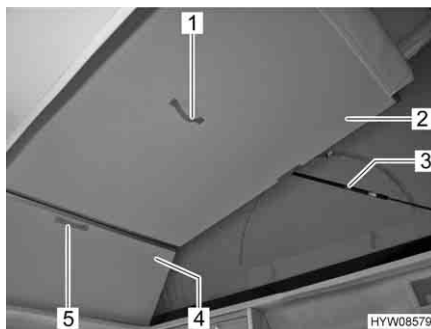

Fig. 24 Superficie utile ribaltabile
- Spingere verso l'alto la parte anteriore della superficie utile (Fig. 24,2) dalla maniglia (Fig. 24,1).
- Spingere verso l'alto la parte posteriore della superficie utile (Fig. 24,4) dalla maniglia (Fig. 24,5). La superficie utile viene mantenuta nella posizione superiore da molle a gas (Fig. 24,3).
- Se la superficie utile ribaltabile è ribaltata verso l'alto: Tirare verso il basso prima la parte posteriore della superficie utile (Fig. 24,4) dalla maniglia (Fig. 24,5), quindi tirare sempre verso il basso la parte anteriore della superficie utile (Fig. 24,2) dalla maniglia (Fig. 24,1).